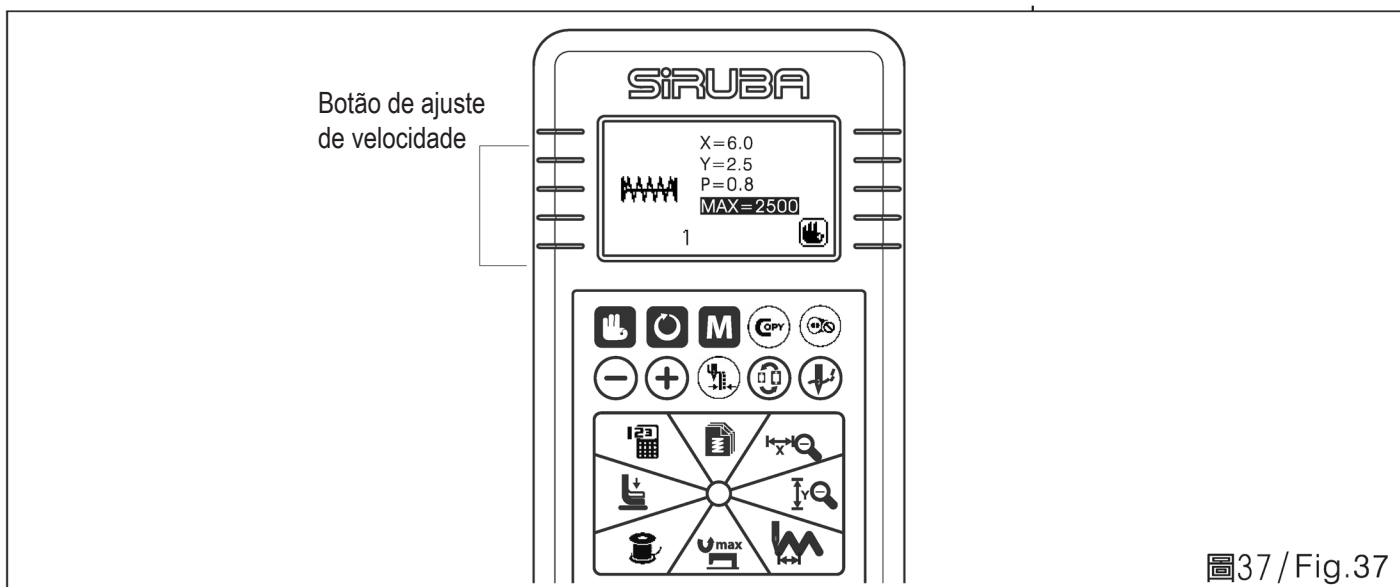

Fig.37 / Fig.37
6. Configure o limite da velocidade máxima de rotação (Fig. 37)